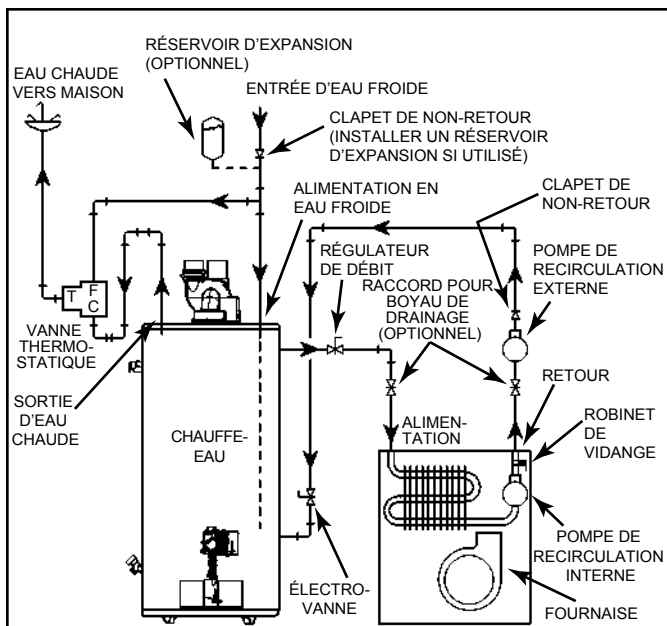
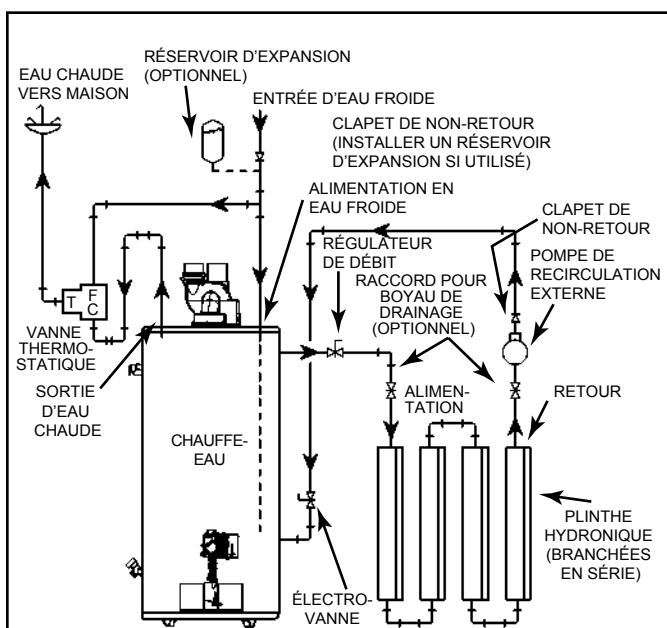

Figure 17.
Figure 18.
8. Les systèmes de chauffage combiné fonctionnent à une température plus élevée que les systèmes réguliers. Dans ce cas, il faut prendre certaines précautions, comme installer une vanne thermostatique sur la canalisation d'alimentation en eau chaude, afin de réduire la température de l'eau du système et ainsi réduire les risques d'ébullition (voir Figure 17 et Figure 18).
- A. Une fournaise munie d'un échangeur d'air approprié (Figure 17).
- B. Une boucle de chauffage avec plinthe hydronique à ailettes ou chauffage radiant sous le plancher (Figure 18).